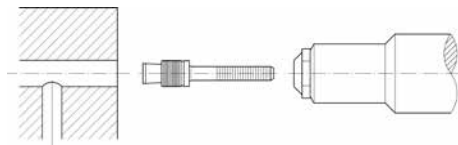

Bild 1
- Dichtstift in das Werkzeug einführen, wobei die Hülse auf dem Werkzeugkopf aufliegen soll (Bild 1).